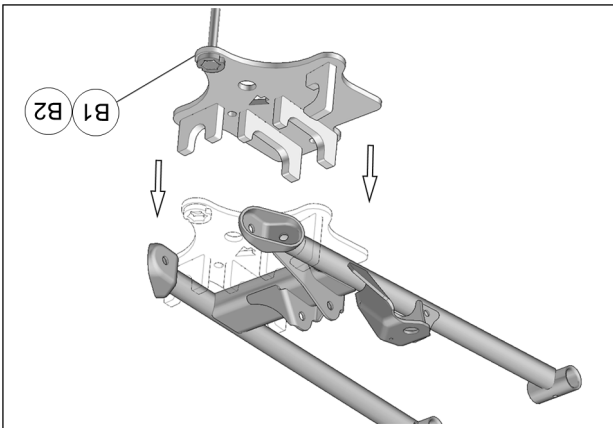

Fig. 6
5. Placer l'ancrage de suspension (B1-B2) sous le bras de suspension inférieur. Voir la Fig. 6